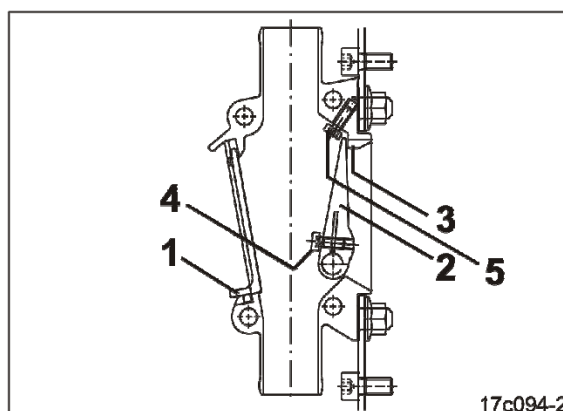

图 241
2. 将安装窗口（图 241/1）向上推并且向前从翻盖箱中抽出。
3. 将活门（图 241/2）相对于限位挡块（图 241/3）压住并且松脱内六角螺栓（图 241/4），使得活门能够在轴上自由运动。
4. 将锁紧螺栓（图 241/5）旋出大约5 mm，确保禁用的活门不会运动并且连接容器的开口保持关闭状态。